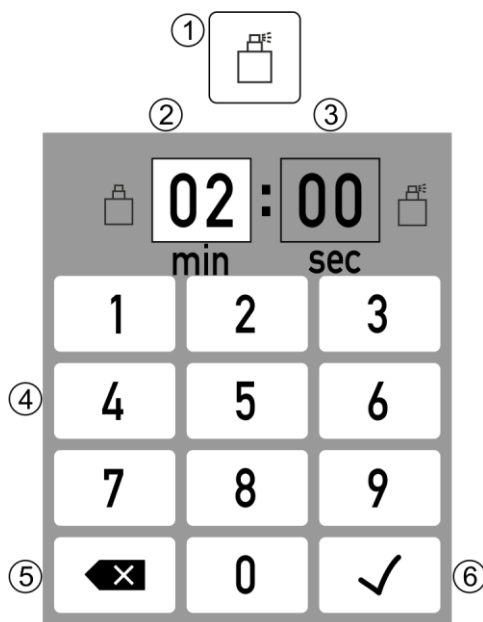

Abb. 4: Menü für Duft Einstellungen
1. Eines der Zeitfelder 2/3 (siehe Abb. 4) durch betätigen aktivieren.
2. Gewünschte Zeit über das Nummernfeld (4) und die Backspace Taste (5) eingeben.
3. Durch Betätigen mit der Enter Taste (6) wird der Wert gespeichert.
Durch langes Drücken des Menü Symbols Duftpumpe (siehe Abb. 4) kann die Duftpumpe manuell, für die Dauer des Tastendrucks, aktiviert werden.